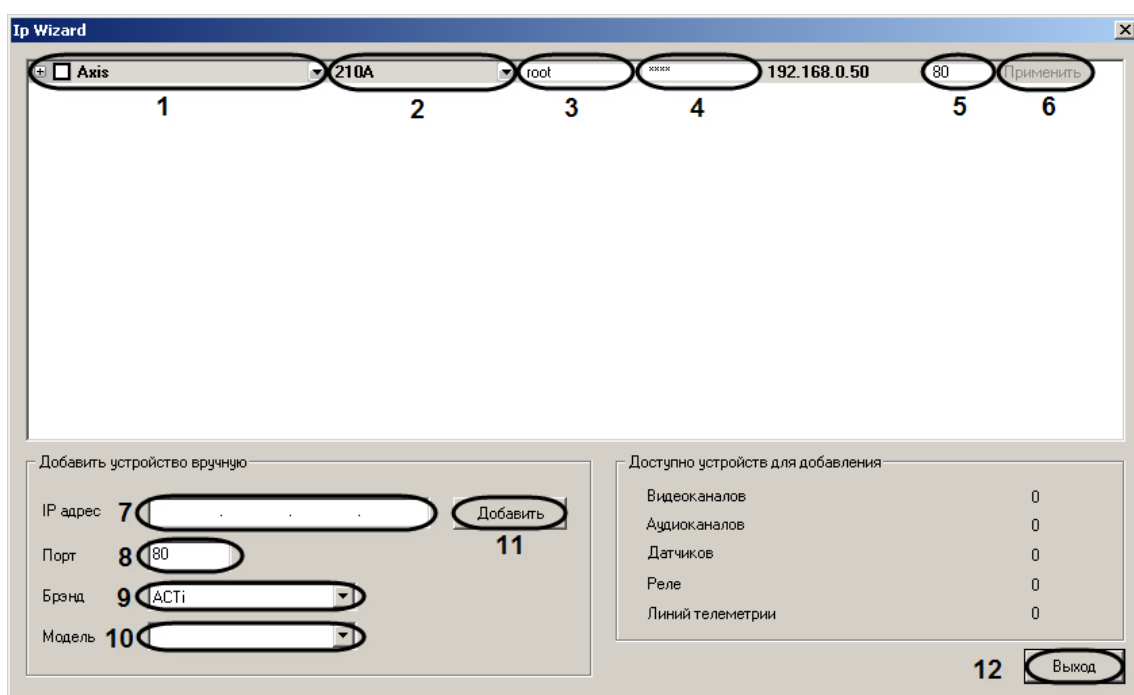

Рис. 3.2—5 Окно «IP Wizard»
4. Проверить правильность определения бренда (см. Рис. 3.2—5, 1) и модели (см. Рис. 3.2—5, 2) для найденного IP-устройства. При необходимости внести изменения, раскрыв соответствующий список с помощью кнопки [▼] и выбрав требуемое значение.